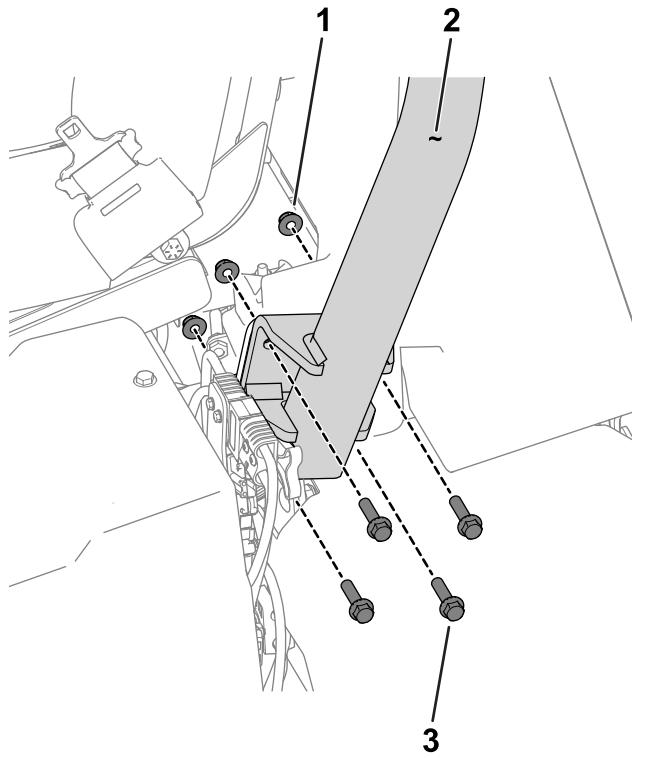

Figure 3
3. Avec 8 boulons à tête hexagonale ($\frac{3}{8}$ x 1½ po) et 8 écrous ($\frac{3}{8}$ po), fixez l'arceau de sécurité sur ses supports de chaque côté de la machine (Figure 3).